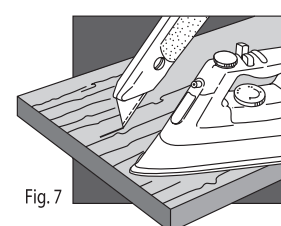

Fig. 7
**Blaasjes:** dit komt voor wanneer er ofwel niet genoeg lijm op het oppervlak werd aangebracht ofwel het fineer op die plaats niet voldoende is aangedrukt. In het laatste geval zullen bij het doormidden snijden van zo'n blaas de lijmnaden nog zichtbaar zijn. Met het gebruik van een strijkijzer zal de lijm te reactiveren zijn, waardoor het mogelijk is om de blaas of de fineerplooi weg te werken op voorwaarde dat er tussen de drager en de Decoflex genoeg lijm werd aangebracht. Let wel dat u het verwarmde strijkijzer op het fineer (lieft met een stuk kraftpapier of katoen ertussen) in beweging houdt, anders bestaat het risico dat het fineer door oververhitting verkleurt. (Fig. 7)